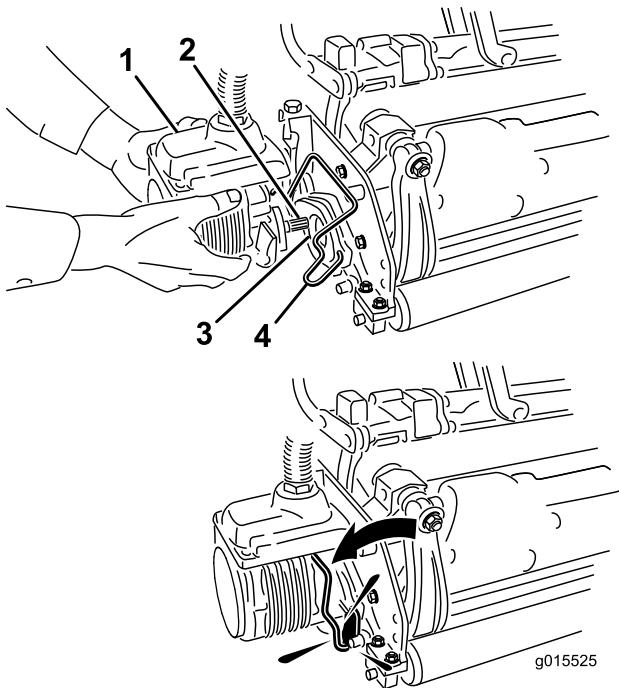

Bild 38
6. Schmieren Sie die Keilwelle des Schneideinheitmotors mit sauberem Fett ein (Bild 38).
7. Setzen Sie den Motor in die linke Seite der Schneideinheit (aus Sicht der Bedienerstellung) und ziehen die Motorbefestigungsstange an der Schneideinheit zum Motor, bis Sie einen deutlichen Klick von beiden Seiten des Motors hören (Bild 38).